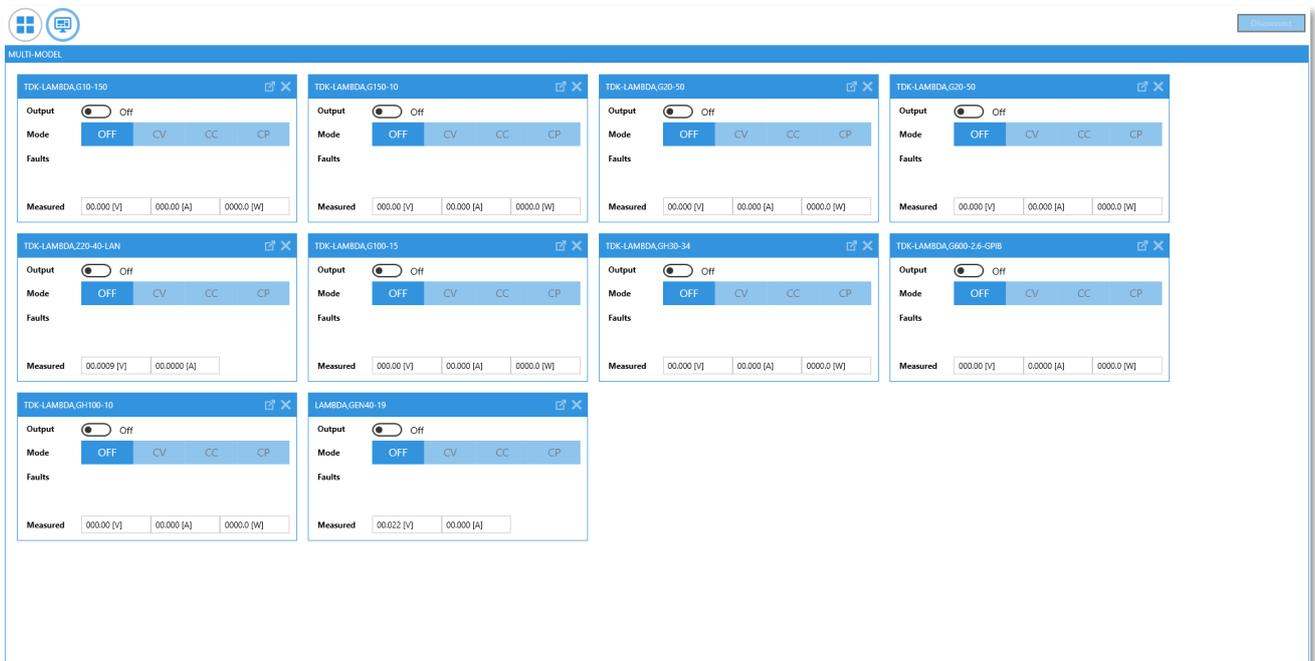

图 72
- 单击 **START MULTI-MODEL** 按钮，GUI 将切换到 Multi-Model 选项卡。将显示所有勾选的电源（见图 72）。勾选的设备数量将显示在 **START MULTI-MODEL** 按钮旁。